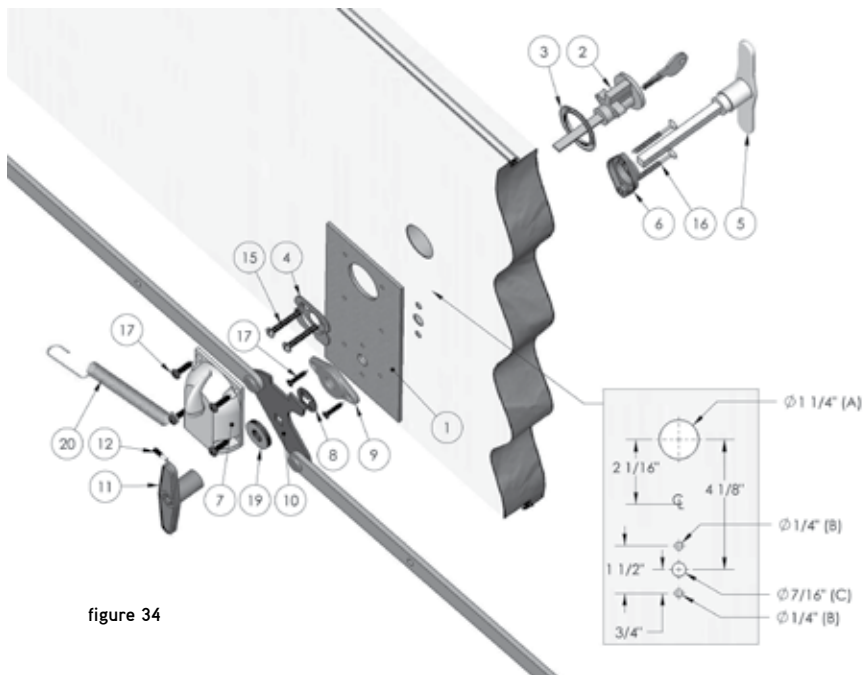

figure 34
2. Mesurez la distance des 4 trous à percer sur le panneau, à l'aide des cotes et du dessin (fig. 34), afin de bien centrer la poignée et la serrure et marquez à l'aide d'un poinçon les quatre trous à percer A (serrure), B (les 2 vis) et C (poignée).
4. Glissez le barillet (2) dans la pièce (3) et insérez dans le trou A (Les dents de la clé doivent pointées vers le haut et le trou de la clé doit être dans le bas du barillet (2));
5. Appuyez la plaque d'acier (1) sur le côté intérieur du panneau;
6. Par le côté intérieur, insérez la pièce (4) dans le trou (A) en positionnant la parti ronde vers le bas;
7. Insérez les vis no 10 de 1 1/2" de longueur (15) dans la pièce (4), alignez-les dans les trous du barillet (2) et vissez (assurez-vous que la plaque est bien alignée);
8. Insérez le verrou intérieur (7) dans la tige du barillet (2) et vissez-le dans la plaque d'acier (1) avec quatre vis de 3/8" de longueur (17) en utilisant un tournevis à tête carrée;
- a. Insérez la vis inférieur gauche dans l'extrémité ronde du ressort (20) avant de la visser;
9. Par le côté intérieur vis-à-vis le trou (C), vissez la plaque (9) dans la plaque d'acier (1) avec deux vis de $\frac{3}{8}$ " de longueur (17) en utilisant un tournevis à tête carrée;
10. Glissez la poignée extérieur (5) dans la pièce (6) et insérez dans le trou (C);